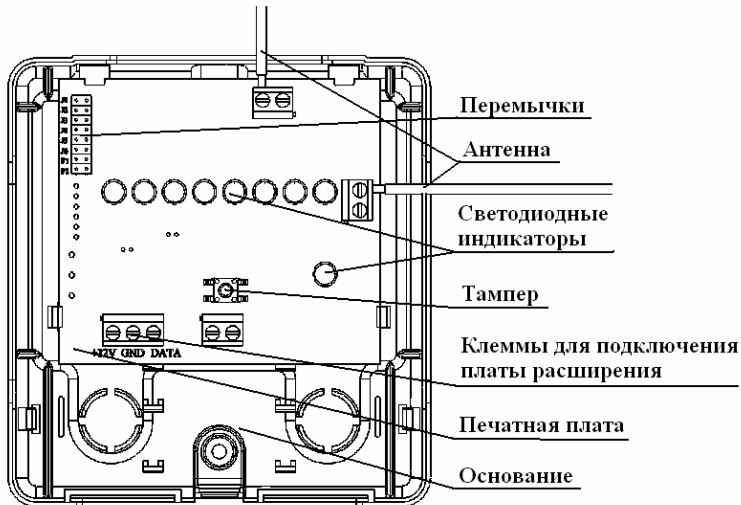

Рис. 9 «ЛИДЕР-РПУ». Вид изнутри
7. Подключите источник постоянного тока с напряжением +12В к РПУ к клеммной колодке ХЗ (рис. 9), подайте на РПУ напряжение питания. Светодиоды РПУ загорятся оранжевым цветом, что индицирует переход в режим регистрации;